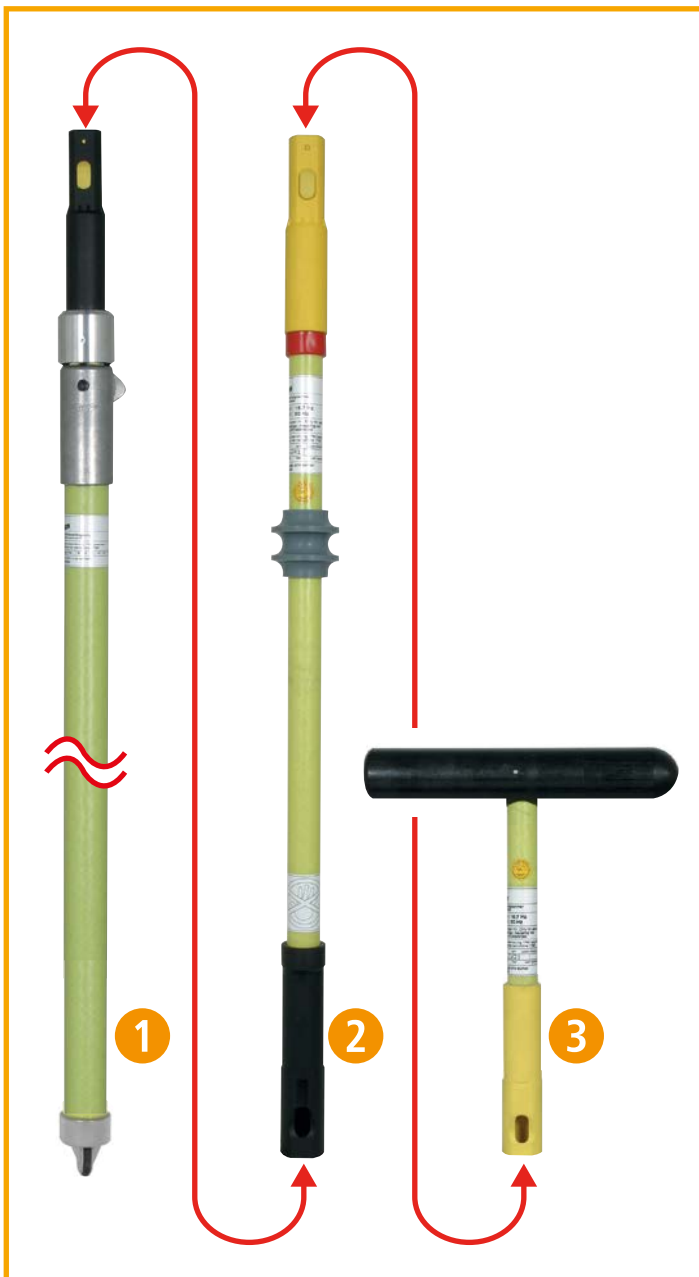

Figure 1 Composants
- ➔ Avant l'assemblage, la perche isolante, la rallonge de manche télescopique et la tête doivent être contrôlées quant à d'éventuels dommages mécaniques (fixation des blindages, fixation de la bague rouge ainsi que de la bague de repère noire, fissures et rayures profondes au niveau de la zone isolante et de la rallonge, ...) (voir figure 1, page 6).